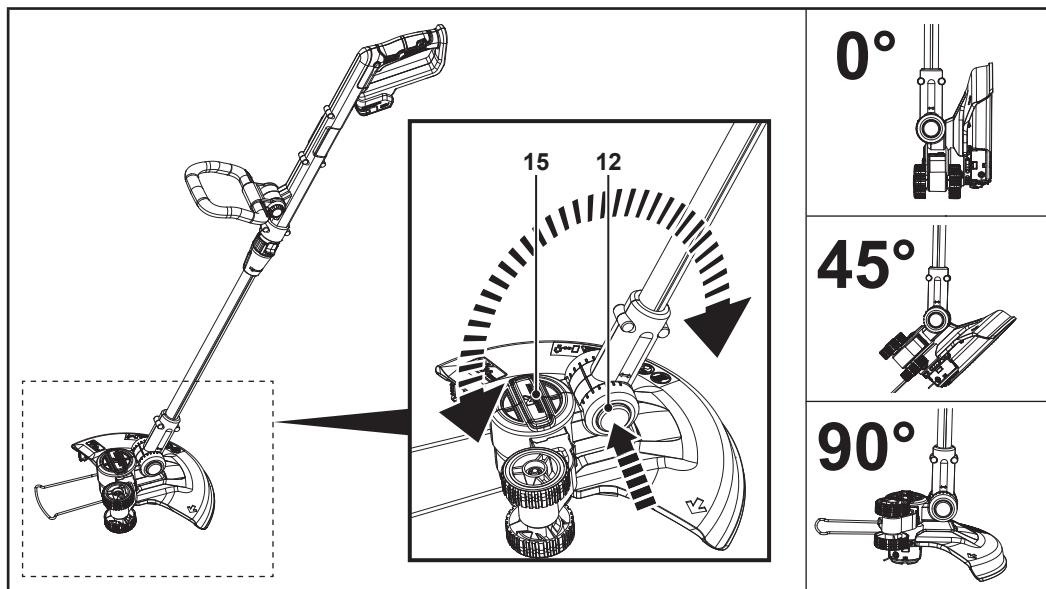

Fig. 8
REMARQUE : La tête de coupe (15) peut être réglée sur 7 positions (0°, 15°, 30°, 45°, 60°, 75°, 90°) (Fig. 8).
1. Appuyer sur le verrou de la tête de coupe (12) (Fig. 8).
2. Régler l'angle de la tête de coupe (15) (Fig. 8).
3. Relâcher le verrou de la tête de coupe (12).
4. S'assurer que la tête de coupe (15) est bien verrouillée.